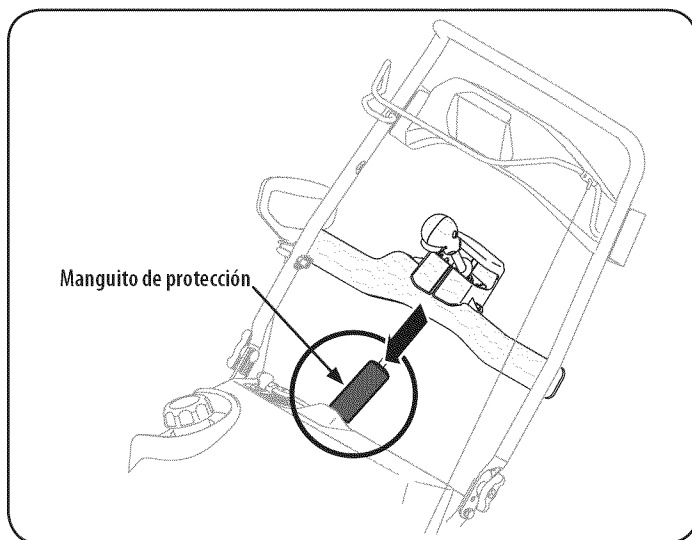

Figura 9
6. Deslice el manguito de protección sobre la junta universal. Vea la Figura 9.